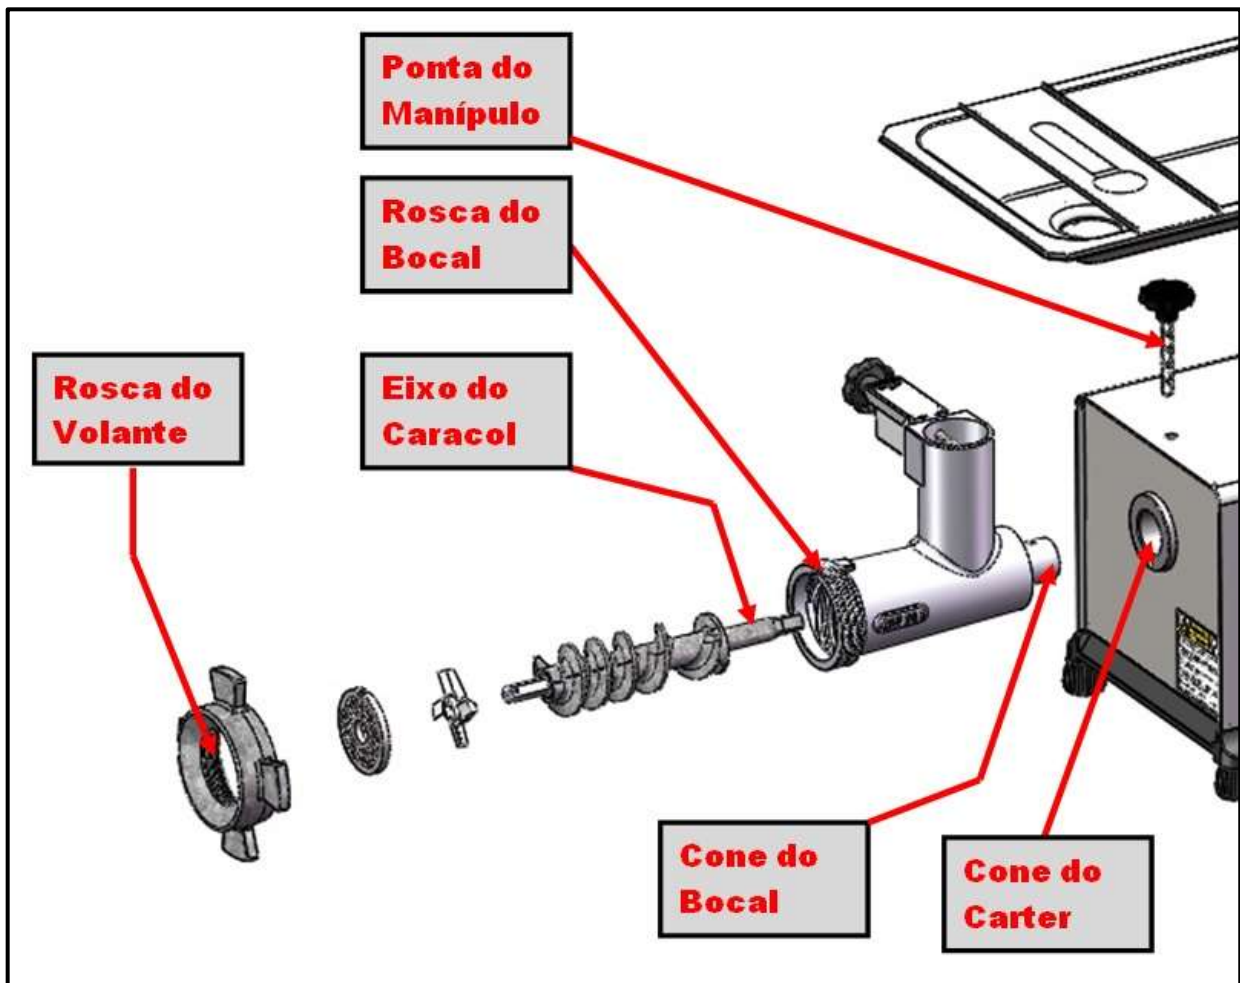

Fig. 11
- Manter sempre lubrificada a rosca e o cone do bocal, o eixo do caracol e a ponta do manípulo (conforme Fig. 11) com lubrificantes atóxicos.